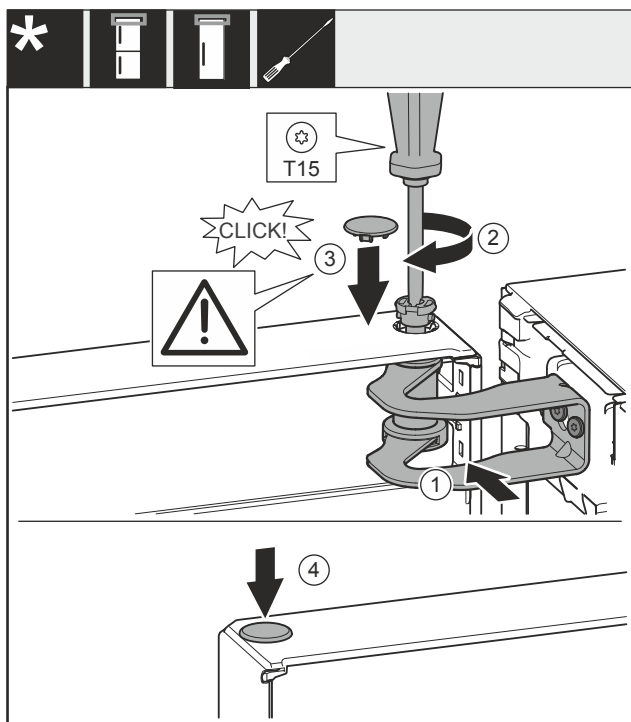

Fig. 57
- ▶ Выровняйте дверь по отверстию в опорном кронштейне Fig. 57 (1).
- ▶ Вставьте палец Fig. 57 (2) и затяните отверткой.
- ▶ Установите крышку Fig. 57 (3).
- ▶ Проследите за тем, чтобы крышка Fig. 57 (3) прилегала к дверям.
- ▶ Установите крышку Fig. 57 (4).